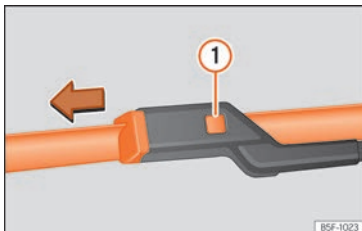

Abb. 43 Scheibenwischerblätter vorne auswechseln.
- Entriegelungstaste » **Abb. 43** ❶ gedrückt halten und gleichzeitig das Scheibenwischerblatt in Pfeilrichtung abziehen.